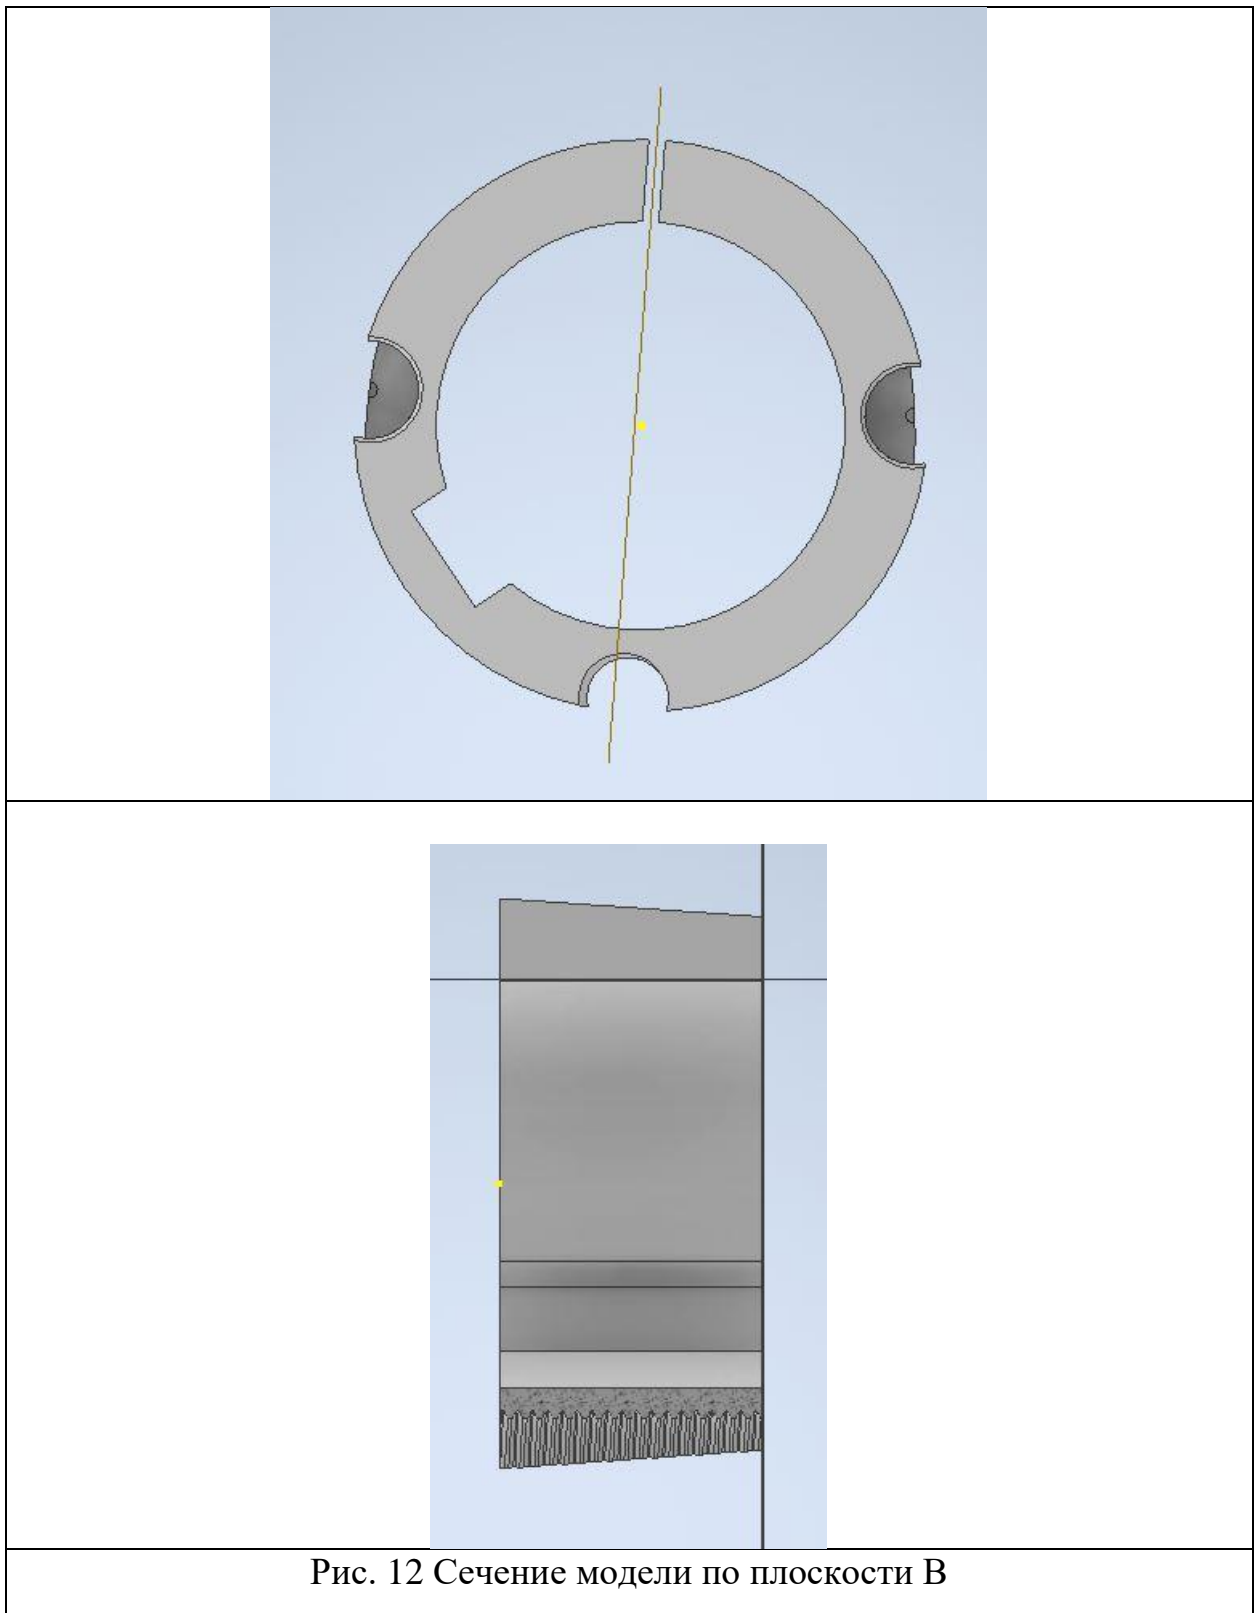

Рис. 12 Сечение модели по плоскости В
5. Сечение модели по плоскости В с обозначением размеров и параметров (рис. 12).